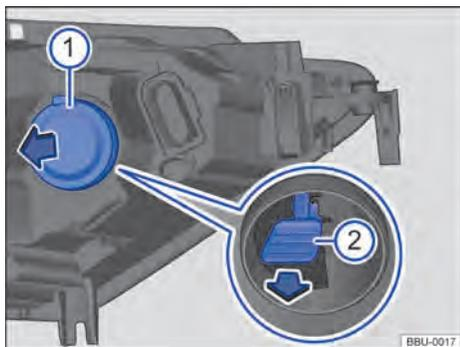

Fig. 154 No compartimento do motor à direita: lado de trás do farol.
3. Remover a cobertura de borracha → Fig. 154 .
4. Remover o suporte da lâmpada → Fig. 154  pela alça no sentido da seta. Ao mesmo tempo, pressionar a alça alternadamente para cima e para baixo, para facilitar a remoção.
6. Colocar cuidadosamente o suporte da lâmpada no farol e pressionar para frente, até que ele se encaixe de modo audível → Fig. 154.